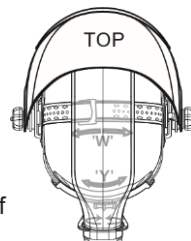

Fig. 3
- Hovedbeklædningens samlede omkreds kan gøres større eller mindre ved at dreje knappen på bagsiden af hovedbeklædningen. (Se justering "Y" i fig. 3). Dette kan gøres, mens ansigtsvisiret er på, og gør det muligt at indstille den rette spænding, så ansigtsvisiret sidder fast på hovedet uden at være for stramt.
- Hvis hovedbeklædningen sidder for højt eller for lavt på hovedet, skal du justere remmen, der går over toppen af hovedet. For at gøre dette skal du frigøre enden af båndet ved at skubbe låsepinden ud af hullet i båndet. Skub de to dele af båndet til en større eller mindre bredde efter behov, og skub låsepinden gennem det nærmeste hul. (Se justering "W" i fig. 3).